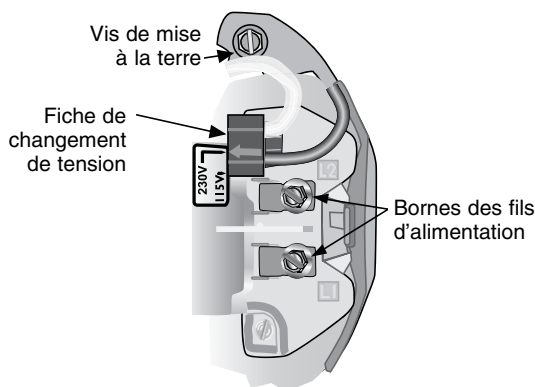

Figure 7 : Tension réglée sur le courant de 230 volts. Sélecteur à fiche
- 3° Remplir d'eau le corps de la pompe et les tuyaux d'aspiration (Figure 7).